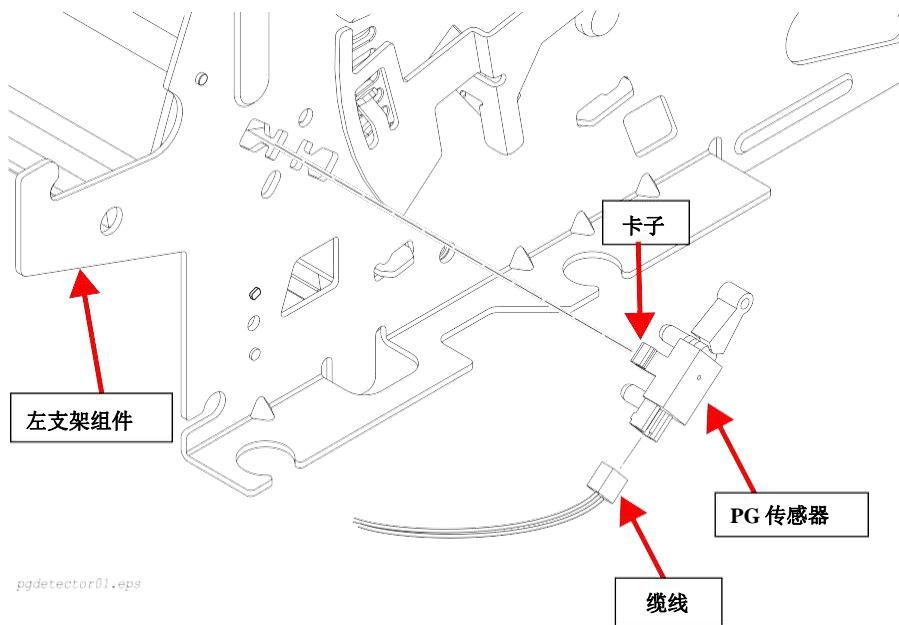

图 4-23. PG 传感器的拆卸
2. 把用于将 PG 传感器固定到机架左支架组件上的 2 个卡子松开, 然后取出传感器。(参见图 4-23)